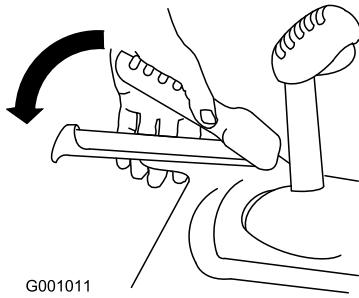

Рисунок 28
- Для включения привода тяги прижмите левый рычаг (тяги) к рукоятке (Рисунок 28).